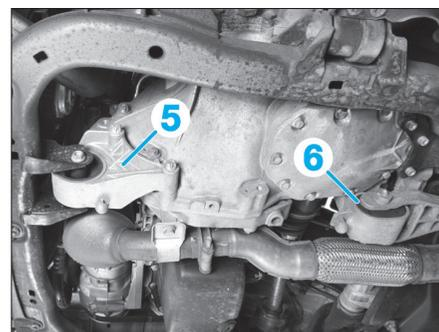

FIG. 7
- Déposer les supports boîte de vitesses avant (5) et arrière (6) du berceau (Fig.7).